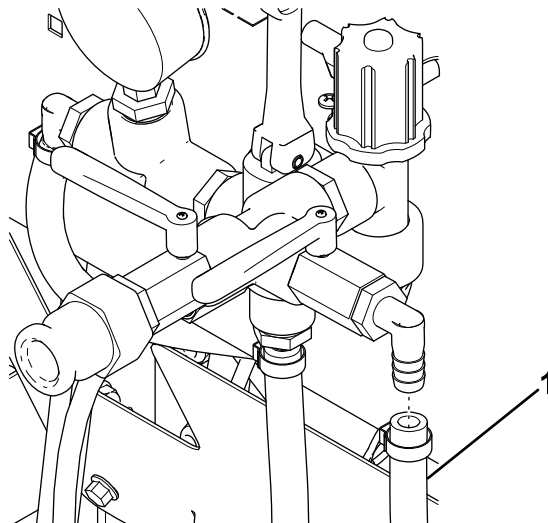

Figura 6
5. Aplique spray de silicona al extremo de la manguera del depósito principal que se desconectó anteriormente, coloque una abrazadera sobre el extremo y sujétela a la válvula del depósito principal (Figura 6).